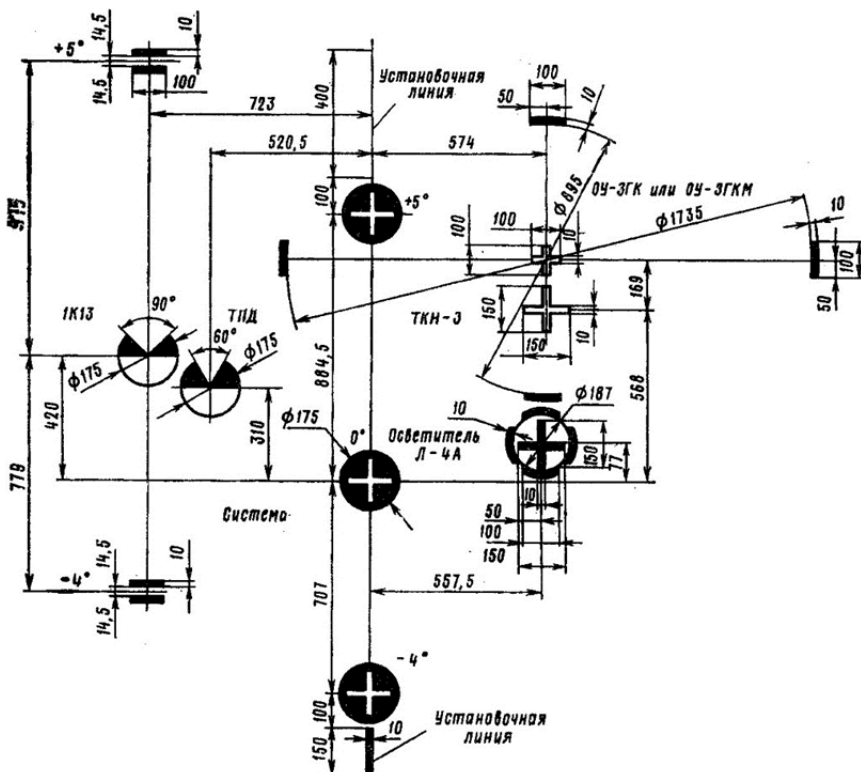

Рис. 2.44. Щит выверочный на 5 м
– установить щит с мишенью (рис. 2.44) на расстоянии 5 м от дульного среза ствола пушки;